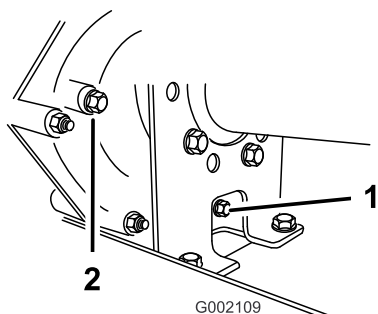
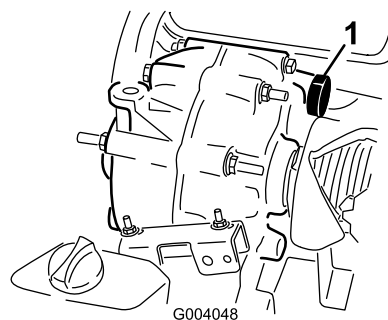

Figura 59
Figura 60
2. Pulite la superficie attorno al tappo di riempimento e di spurgo con un panno (Figura 59).
4. Estraiete il tappo di riempimento facendolo girare in senso antiorario (Figura 59).
5. Estraiete il tappo di spurgo facendolo girare in senso antiorario (Figura 59).
6. Installate e serrate il tappo di spurgo e la guarnizione del foro del tappo di spurgo della trasmissione (Figura 59).
7. Riempite il serbatoio (Figura 60) attraverso il foro di riempimento con circa 1,4 litri del fluido specificato o fino a quando il livello di fluido nella trasmissione non è a livello con il fondo delle filettature. (Figura 59).
8. Installate e serrate il tappo di riempimento e la guarnizione del foro del tappo di riempimento della trasmissione (Figura 59).
10. Controllate il livello del fluido e aggiungetene altro se è al di sotto delle filettature del foro del tappo di riempimento (Figura 59).